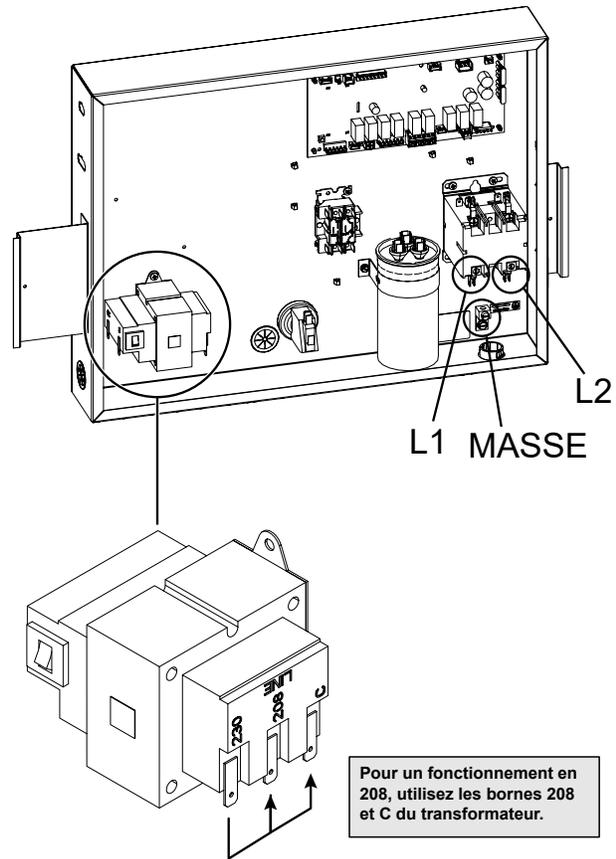

Figure 7. Bornes L1 et L2
- Branchez les câbles électriques de phase L1 et L2 aux bornes indiquées en Figure 7. L'installation électrique doit être effectuée exclusivement par un électricien agréé.
Une cosse de mise à la terre se trouve à droite des raccords d'eau. Consultez la Figure 7.